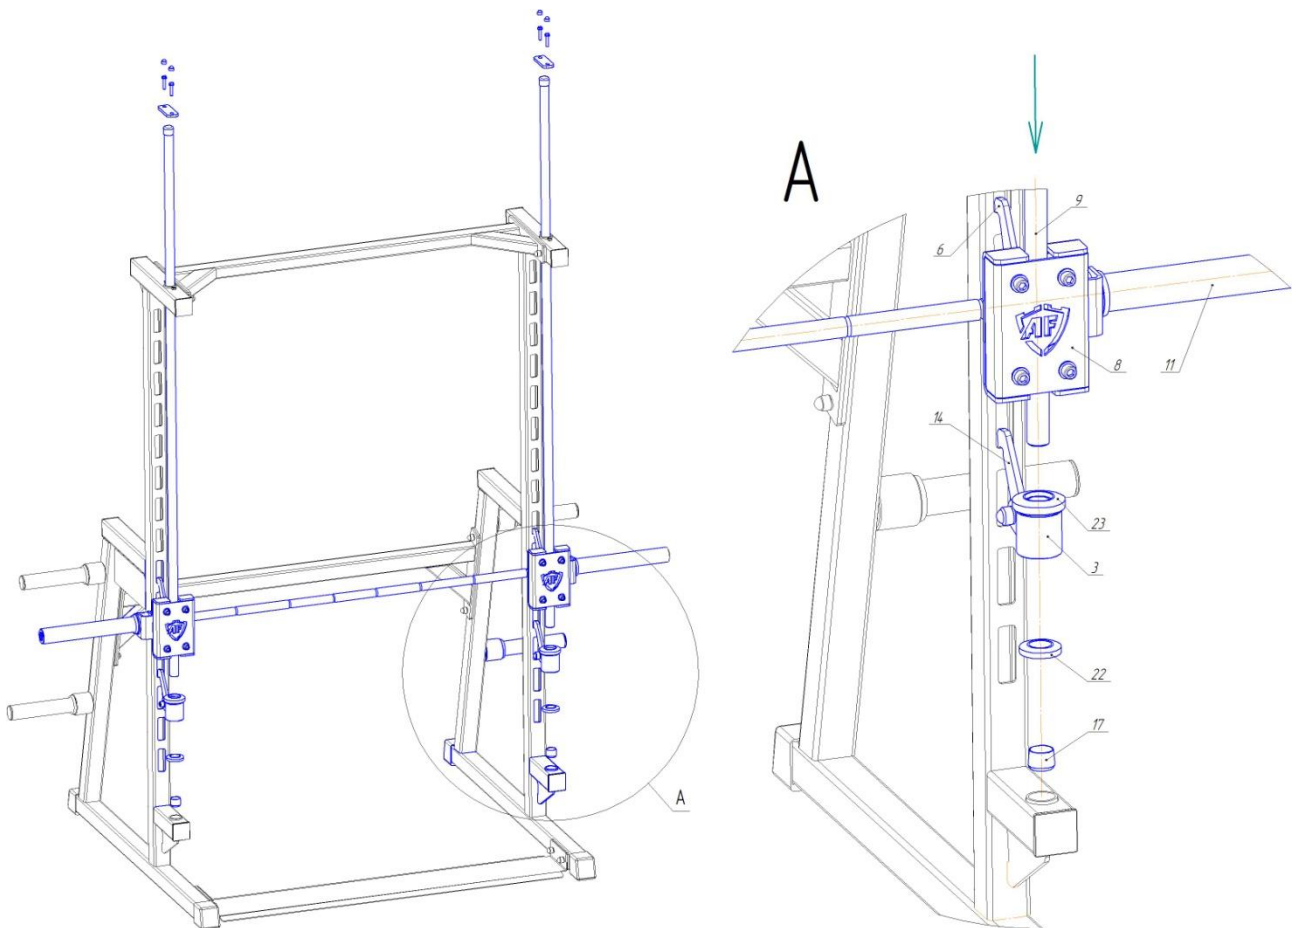

Рис. 8. Установка ограничителей и направляющих.
5.5.1 Для сборки необходим помощник. Установить на верхний торец направляющей поз.9 деталь поз. 17 (Заглушка наружная 30мм). Завести направляющую поз.9 снизу вверх через отверстие на верхней поперечине рамы, далее пропустить направляющую через отверстие каретки (поз. 7 или 8). См.рис.8. Когда направляющая пройдет через каретку надеть на нее снизу ограничитель собранный в п.5.2. Резиновое кольцо на ограничителе должно быть сверху. Далее надеть на направляющую деталь поз.22 (Кольцо Двн=38мм). На нижний торец направляющей надеть деталь поз. 17 (Заглушка наружная 30мм). Установить нижний торец направляющей в стакан на раме. Убедившись что обе торцевые заглушки поз.17 на месте, зафиксировать направляющую от вертикального